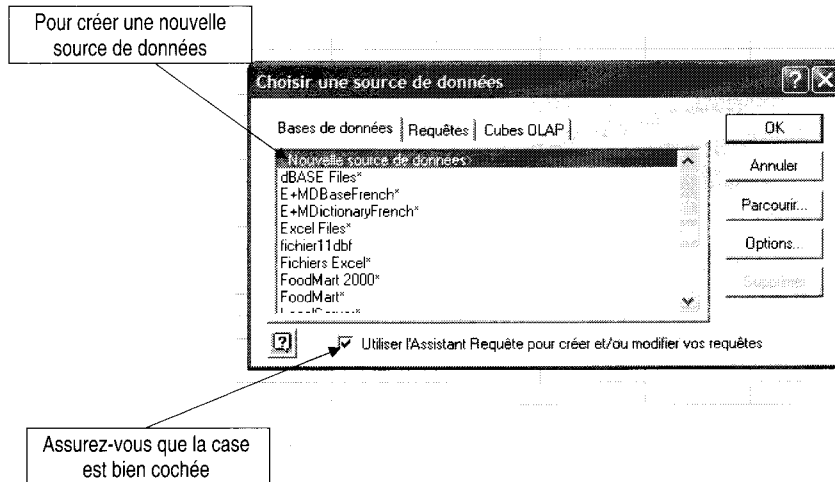

Figure 2.13.1. Fenêtre de choix de la source de données liée
- Pour créer un lien chaud entre une feuille Excel® et une table de données, commencez par sélectionner la fonction Données externes depuis la commande Données du menu principal. Ensuite, choisissez Créer une requête Une fenêtre de choix s'affiche (figure 2.13.1.). Elle présente les sources de données déjà identifiées. Assurez-vous que la case Utilisez l'assistant requêtes est bien cochée. Pour créer une nouvelle source, validez la première ligne de la liste Nouvelle source de données.